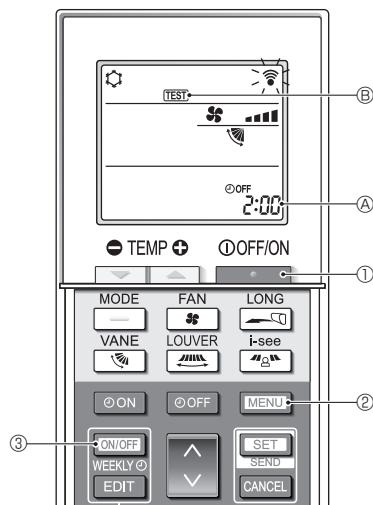

Fig. 7-5
7.2.2. Med trådlös fjärrkontroll (Fig. 7-5)
■ Provkörning (Fig. 7-5)
- Tryck på knappen ① för att stänga av luftkonditioneringen.
- Om veckotimern är aktiverad (**WEEKLY** lyser), tryck på knappen ③ för att inaktivera den (**WEEKLY** släcks).
- Tryck på knappen ② i 5 sekunder.
- Tryck på knappen ②.
- ③ tänds och enheten går in i provkörningsläge.